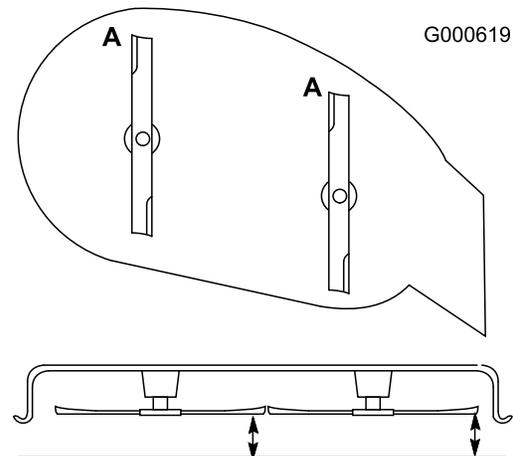

Bild 38
2. Drehen Sie die Schnittmesser, bis die Enden nach vorne und hinten gerichtet sind (Bild 38). Messen Sie von einer ebenen Fläche bis zu den Schnittkante (Position **A**) der Messer (Bild 38). Notieren Sie diesen Wert.